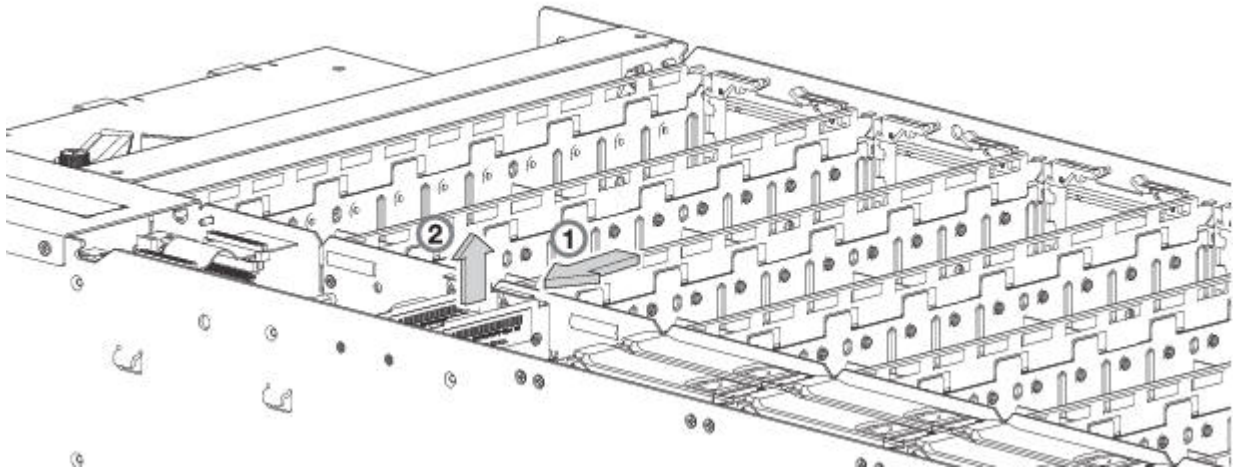
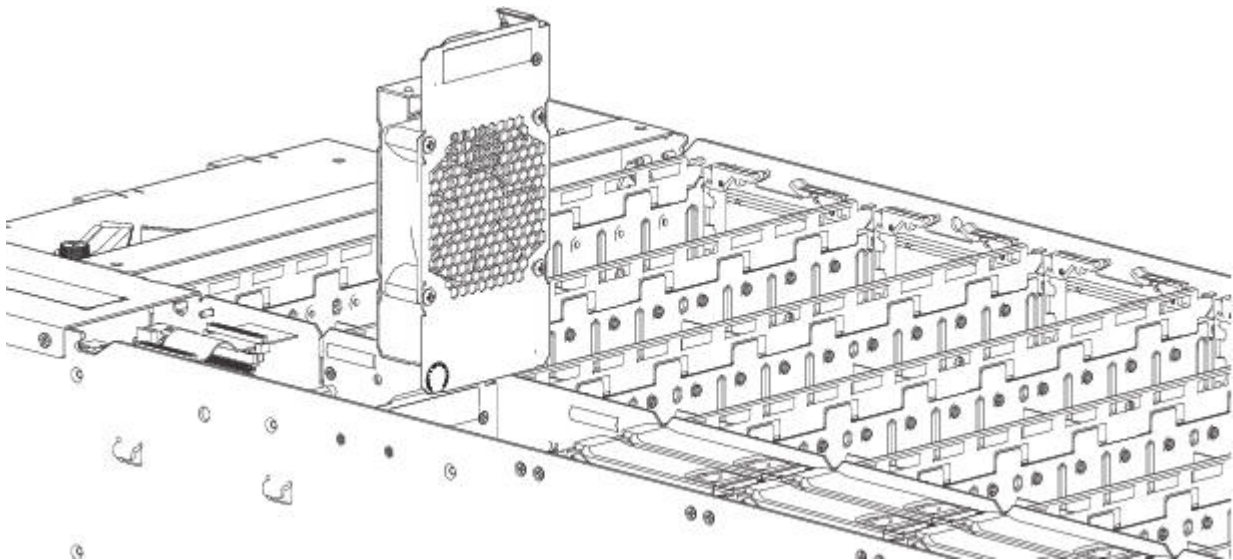

Figure 66. Retrait d'un ventilateur de contrôleur (1 sur 2)
Figure 67. Retrait d'un ventilateur de contrôleur (2 sur 2)
1. Saisissez la languette du taquet située sur la paroi intérieure du canal du boîtier et exercez une pression contre la paroi pour déverrouiller le ventilateur de canal, comme illustré à la figure 66, à la page 81.
2. De l'autre main, saisissez la poignée située sur le ventilateur et tirez vers le haut pour retirer le ventilateur de son emplacement, comme illustré à la figure 67.
Reportez-vous à la figure 66 et à la figure 67 au cours de cette procédure, mais ignorez la flèche directionnelle plutôt que de la retirer car vous allez insérer le module dans son emplacement.